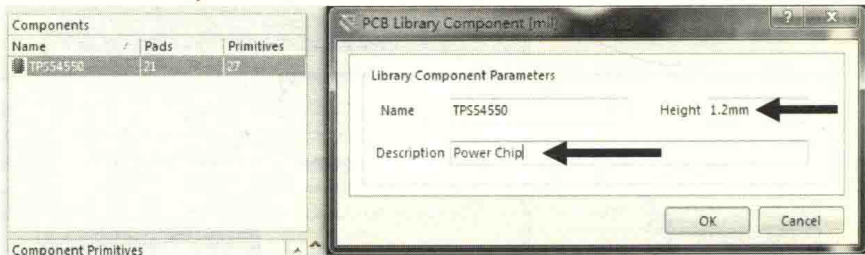

图 5-18 添加元件高度及描述信息
- (12) 当然也可以为元件添加高度及描述信息，方便布线工程师清楚它的高度。双击 PCB 封装列表中相应的元件，即可添加，如图 5-18 所示。